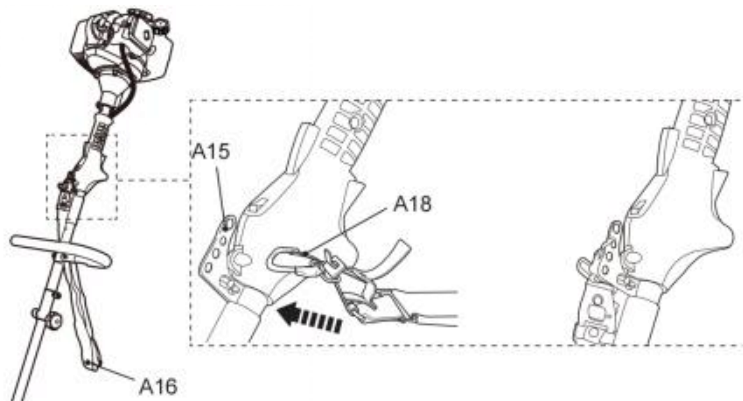

Fig. 32
1. Fäst säkringsklämman (A18) på en av de fyra öglorna (A15) (bild 32).